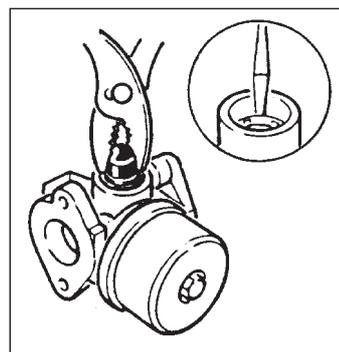

Fig. 24
**PRIMER BULBS (Figs 24 & 25)**